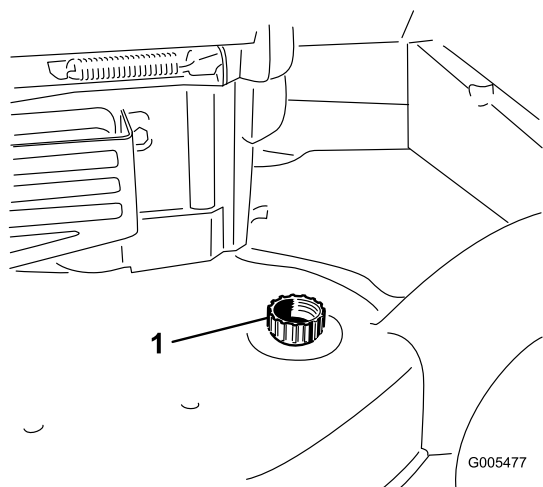

Figura 22
4. Conecte una manguera de jardín que esté conectada a un grifo al orificio de lavado de la máquina (Figura 22).